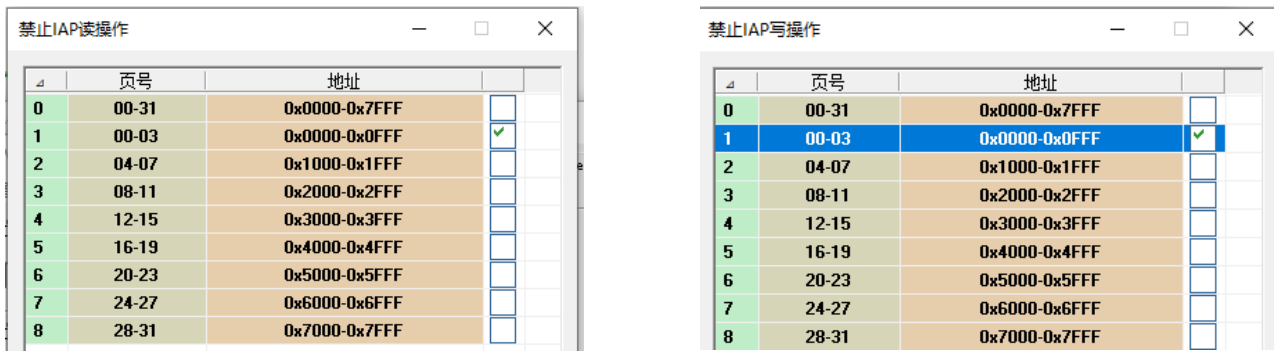

图 2-5 IAP 操作选择
- 5、根据需求勾选相应的扇区后点击确定。(如图 2-5)
KEIL 编译后会提示被编译的 code 的字节个数，以 HC89T3541 的“Flash 做类 EEPROM 读写”范例为例，本例程编译的字节为 585 个（如图 2-9），而实际代码量=585 - code 修饰的变量的总字节数（本例程中未使用 code 修饰变量，所以此时实际代码量=585）。由于 HC89T3541 以 4K 字节为保护为单位，所以在勾选时勾选 0、1、2、3 页（如图 2-5 和图 2-8）。部分 MCU 以 1K 字节为保护单位，用户根据需求选择即可。